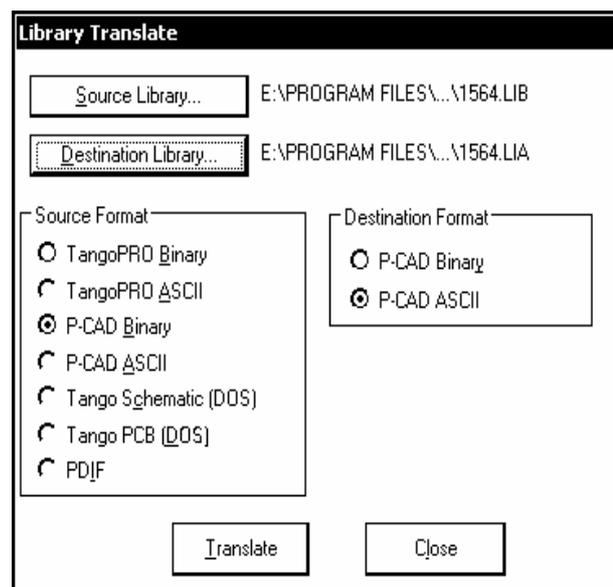

Рис. 3.19
1. Активизировать команду главного меню Library>>Translate. Открывается одноименное диалоговое окно (рис. 3.19).